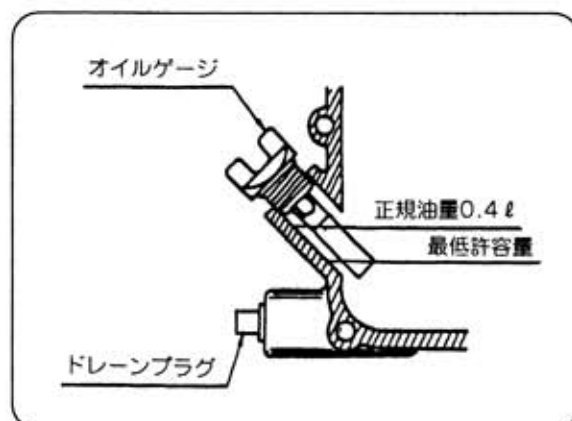

図25
1) エンジンオイル(図25)
- ① エンジンプラグ室の給油口を取外す。
- ② ドレンプラグを外して、汚れたオイルを流し出します。(図25)
- ③ 給油は、給油口より検油ゲージの規定量まで入れてください。(図25)